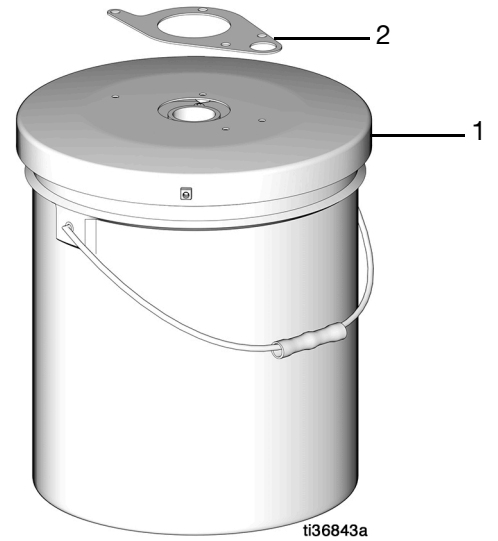

图 7
7. 将垫片 (2) 放在桶盖 (1) 的中心并将孔对齐 (图 7)。